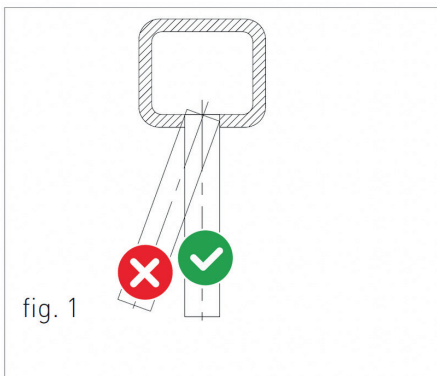

fig. 1
- › Conducta de evacuare trebuie să fie perpendiculară pe peretele interior opus al coșului de fum sau al conductei de evacuare a gazelor (fig. 1).
Pentru acest tip de centrală, sunt disponibile următoarele configurații pentru evacuarea gazelor arse: B23, B23P, B33, B53, C13, C33, C43, C53, C63, C73, C83 și C93 (vedeți Fig. 1).